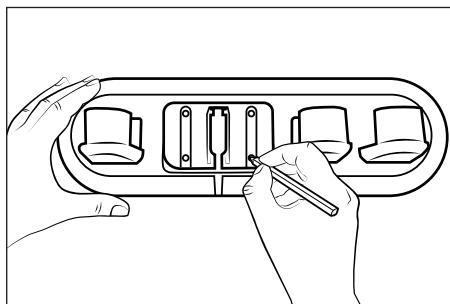

Abb. 5
- 3) Benutzen Sie die Zubehörhalterung 17 zum Anzeichnen der vier Bohrlöcher an der Wand (siehe Abb. 5).